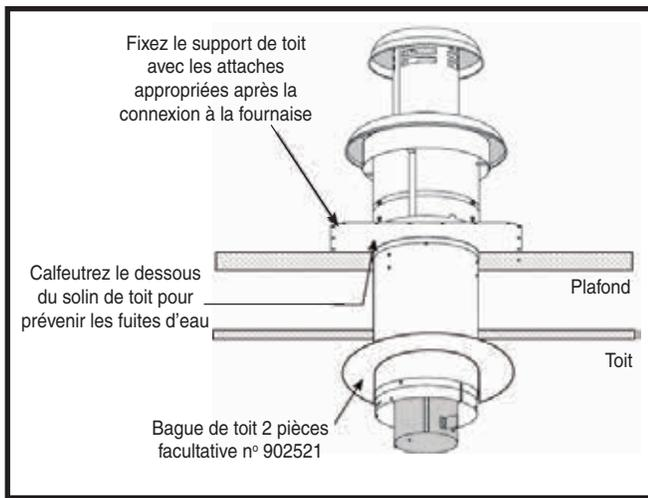
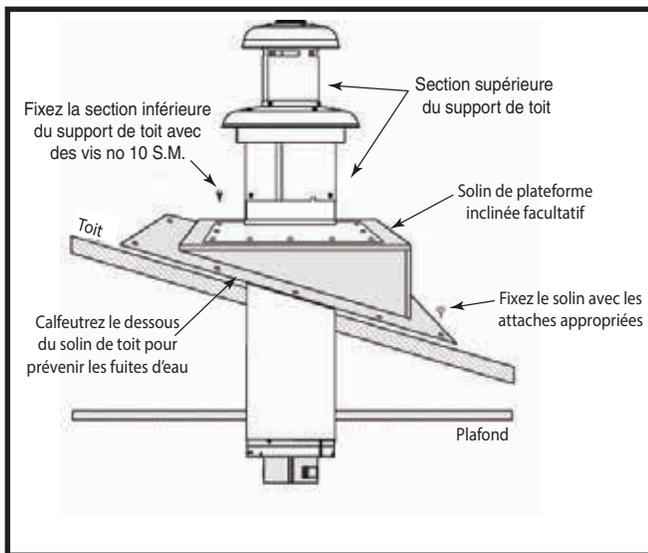

Figure 20. Toit plat
Figure 21. Toit incliné
- Appliquez un produit de calfeutrage sous le solin du toit pour former une bande continue d'au moins 3/8 po de largeur sous le périmètre du solin. Pour un toit plat, consultez la Figure 20, ou la Figure 21 (page 12) si le toit est incliné.